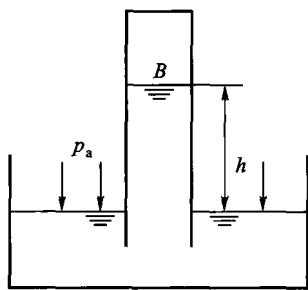

图 1.6
1. 有一上端封闭、下端开口插入油中的玻璃管, 如图 1.6 所示。若抽去管中部分空气, 使管中油面上升到高于管外油面  $h = 1 \text{ m}$  处。设油的密度  $\rho = 900 \text{ kg/m}^3$ , 管外大气压力  $p_a = 0.1 \text{ MPa}$ , 试求管中油面上  $B$  点的压力。(0.09 MPa)